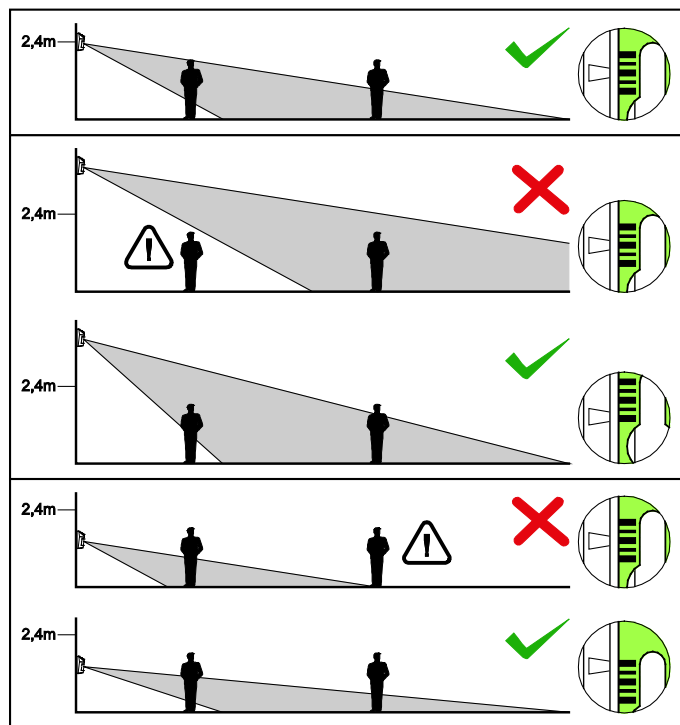

Рисунок 4. Влияние высоты монтажа на защищаемую извещателем зону и способ позиционирования платы электроники с целью оптимальной установки.
6 – градуировка для позиционирования пирозлемента по отношению к линзе (таблица 1 и рисунок 4).
6. Закрепите плату электроники, учитывая высоту монтажа извещателя (таблица 1 и рисунок 4).